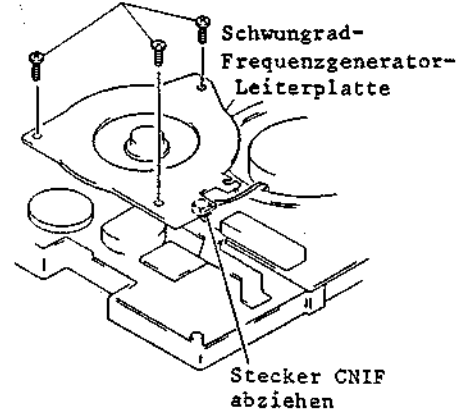

Abb. 2-50 Ausbau der Bandensensor-Leuchtdiode
3-8 Ausbau der Bandensensor-Leuchtdiode (Abb. 2-50, 2-51)
2. Drei (3) Befestigungsschrauben der Schwungrad-Frequenzgenerator-Leiterplatte lösen, und die Schwungrad-Frequenzgenerator-Leiterplatte herausklappen (siehe Abb. 2-50).
2. Die Bandensensor-Leuchtdiode ausbauen (siehe Abb. 2-50, 2-51).